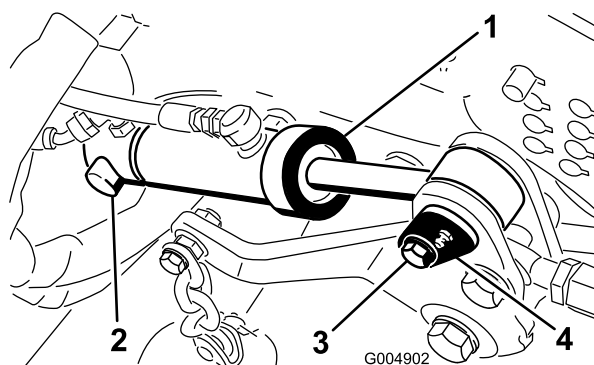

Figura 97
- Rimuovete l'anello di ritenuta che fissa la parte posteriore del cilindro di sollevamento del piatto al perno di articolazione (Figura 97).
- Rimuovete la vite che fissa il perno di articolazione del cilindro anteriore al telaio del tosaerba (Figura 97).
- Rimuovete il perno di articolazione anteriore e fate scorrere via il cilindro dal perno posteriore (Figura 97).